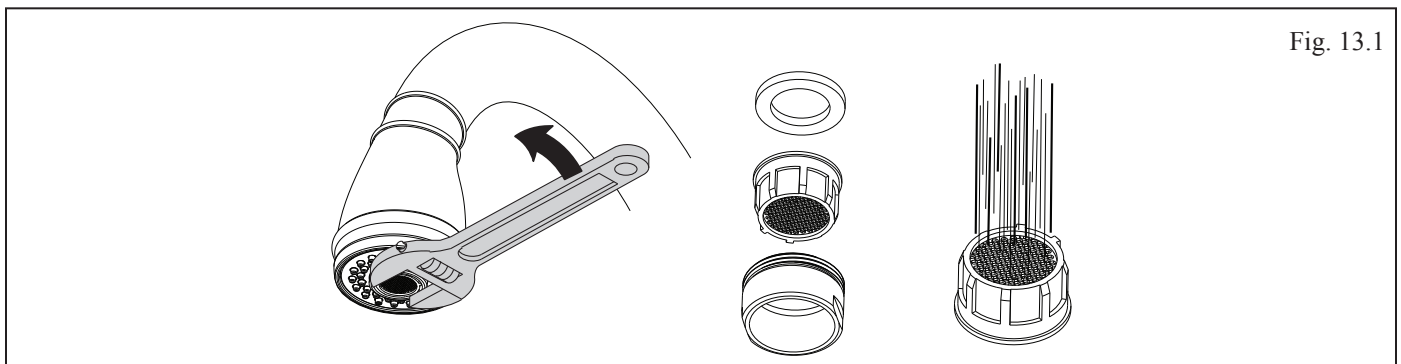

Fig. 13.1
- Nettoyer et rincer l'**aérateur** (fig. 13.1).
- Clean and rinse the **aerator** (fig. 13.1).